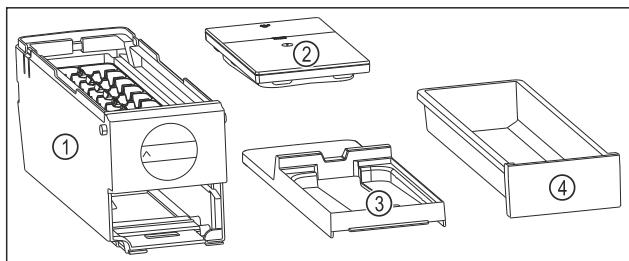

Fig. 91 Съставни части на EasyTwist-Ice
- EasyTwist-Ice е разглобен на четири части. (виж Fig. 91)
- Разглобявайте EasyTwist-Ice само на изображените съставни части. (виж Fig. 91)
- Почистете корпуса на EasyTwist-Ice Fig. 91 (1) като едно цяло.